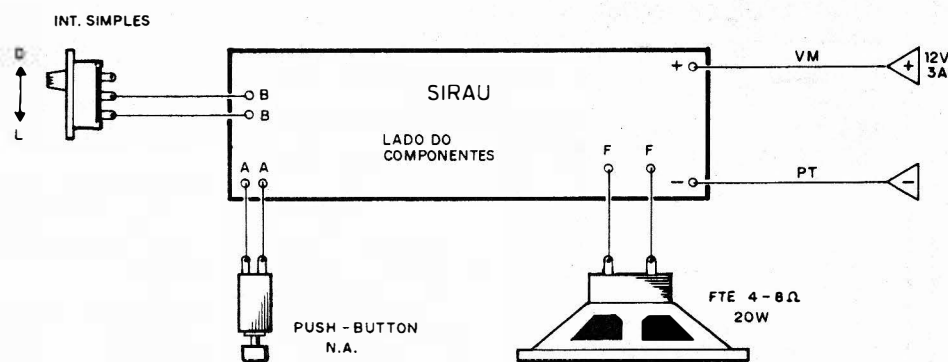

Fig.4
**FIG. 4 - CONEXÕES EXTERNAS À PLACA** - Se todas as fases anteriores da montagem tiverem sido feitas de acordo, as ligações periféricas não constituirão dificuldade. Alimentação, duas chaves (um **push-button** e um interruptor simples) e alto-falante, nada mais... As únicas conexões polarizadas são - obviamente - as da alimentação, nas quais recomendamos usar o "velho código" de fio **vermelho** no **positivo** e fio **preto** no **negativo**, para que não restem dúvidas na hora da instalação final. A placa é vista, no diagrama, pelo seu lado não cobreado (o mesmo onde ficam os componentes principais, já mostrados na figura anterior...). Dependendo da instalação ou utilização pretendida, as conexões mostradas podem ter qualquer comprimento "razoável", porém, de modo geral, recomendamos manter a cabagem externa à placa tão curta quanto a aplicação permitir... Aqueles "baita fios" sobrando pra todo lado, além de enfeiar a montagem, geram problemas de manutenção e **podem** inserir fatores eletricamente interferentes (não só na SIRAU, como também em qualquer montagem...).